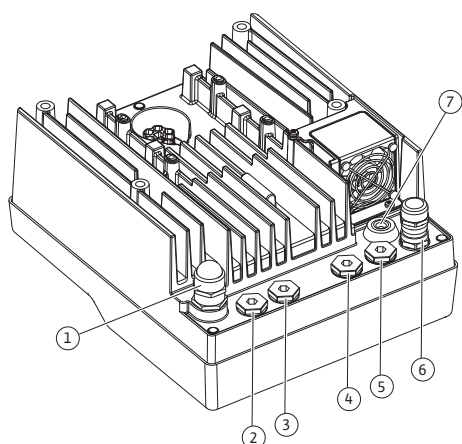

Fig. 19: Кабельные втулки/кабельные вводы
4. Кабель электропитания нужно проводить через кабельный ввод M25 (Fig. 19, поз. 1). Затянуть кабельный ввод с предусмотренным моментом вращения.